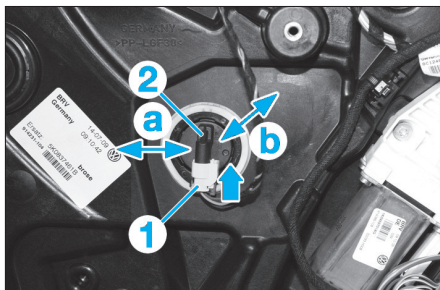

Fig. 10
- Débrancher le connecteur (1) du capteur de collision (2) (Fig.10).